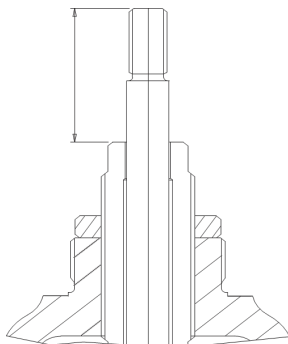

Figura 5
7.1.3. Anote a dimensão A, conforme Figura 5, esta informação será necessária para posicionar o parafuso de regulagem (24) quando da remontagem da válvula.